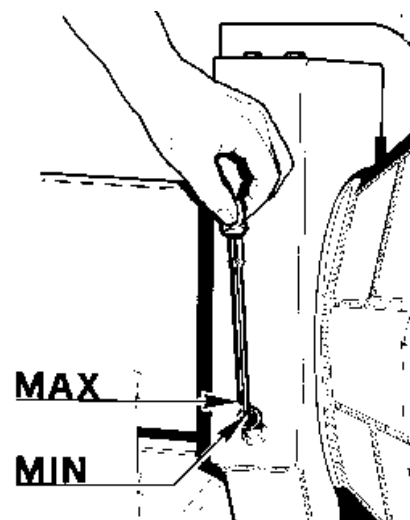

Abb.53
2. Einmal pro Monat den Getriebeölstand kontrollieren (Abb.53). Für diese Überprüfung muß der Spannfutterarm ganz nach unten gefahren werden.